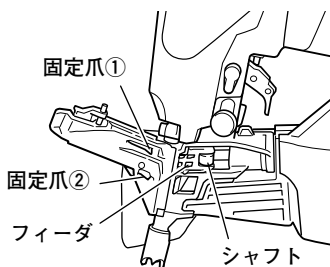

図 25
- 図 25 のように釘ガイドを開いて、付着しているごみやほこりを掃除し、特にフィーダの摺動する溝とシャフト部には付属の油を注油してください。
- また、固定爪①と固定爪②を指で押し、動作がスムーズであるか確認してください。